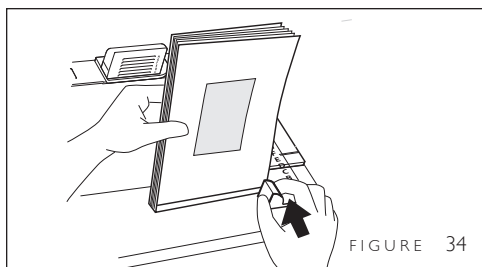

FIGURE 34
1. Mesurer la largeur du bloc de feuillets reliés avec la règle située en bas, du côté droit du guide de couverture rigide, afin de déterminer la largeur correcte de la couverture (figure 34).